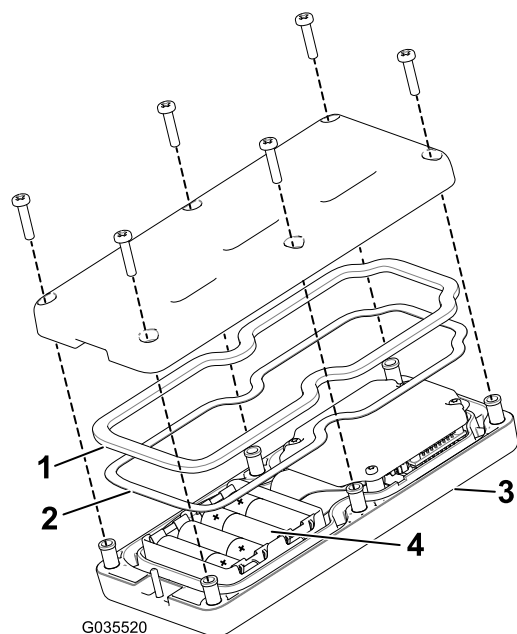

図 24
**注** 電池の向きを間違えると、機械が損傷することはありませんが、リモコン操作はできません。電池を入れる箇所にはプラス・マイナスの表示がある 図 24。
- スチール製のガスケットとゴム製のシールをリモートの溝にきちんとはめてから、バックカバーを取り付ける (図 24)。
- ねじ6本を使ってカバーを固定し 図 24、各ねじを  $1.5 - 1.7 \text{ N} \cdot \text{m}$   $0.15 - 0.17 \text{ kg} \cdot \text{m} = 13 - 15 \text{ in} \cdot \text{lb}$  にトルク締めする。